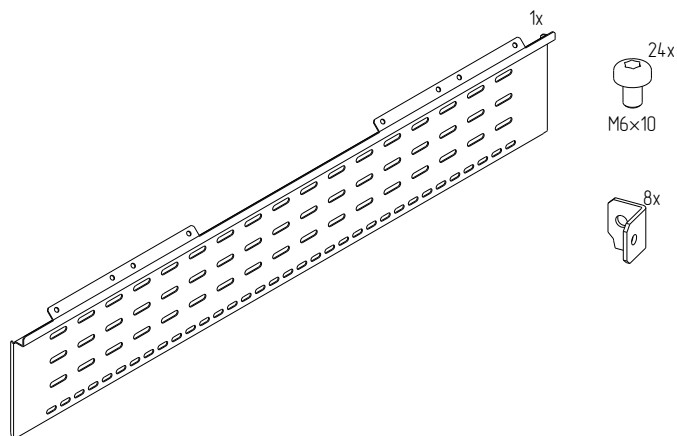

Рисунок 136
4.45.2 Проверить комплектность (рисунок 136).